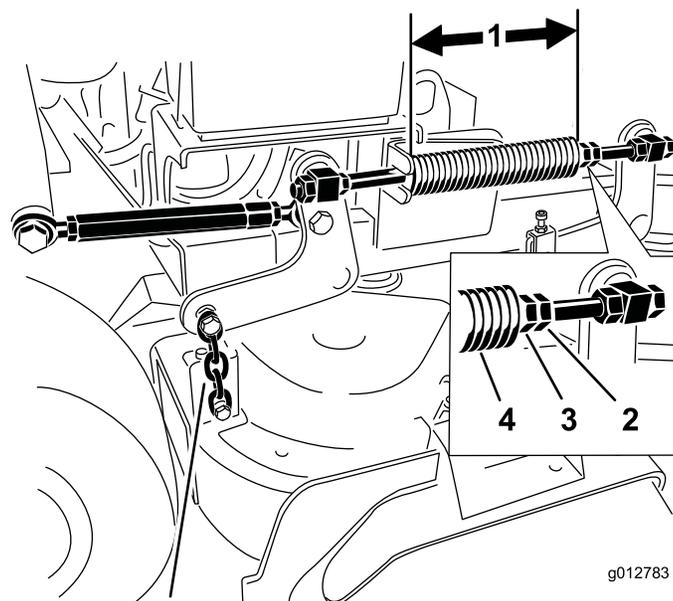

図 89
2. 圧縮スプリングの長さを調べる。この長さ（名目長さ）は 36 インチ・デッキの場合には 28.2 cm、40 インチ・デッキの場合にはこの長さが 25.7 cm である（図 89）。
3. スプリングのジャム・ナットをゆるめ、各スプリングの前についているナットでこの距離を調整する（図 89）。
4. スプリングのジャムナットを締めて調整ナットを固定する（図 89）。